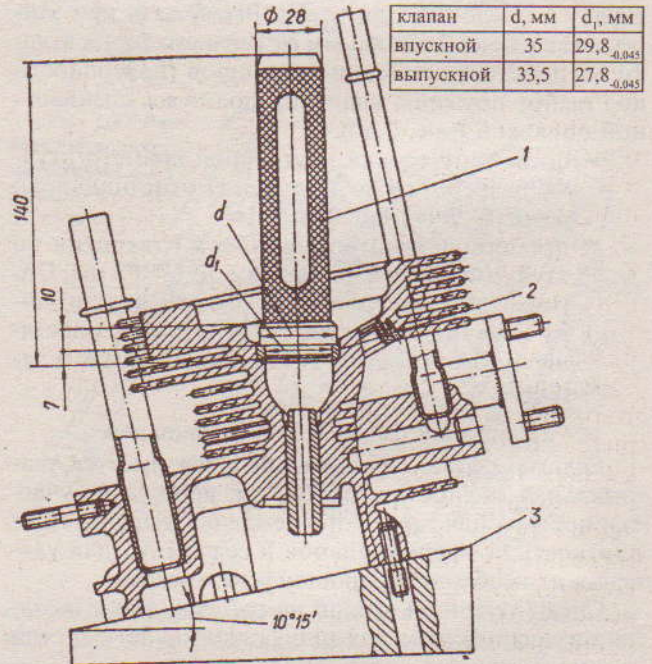
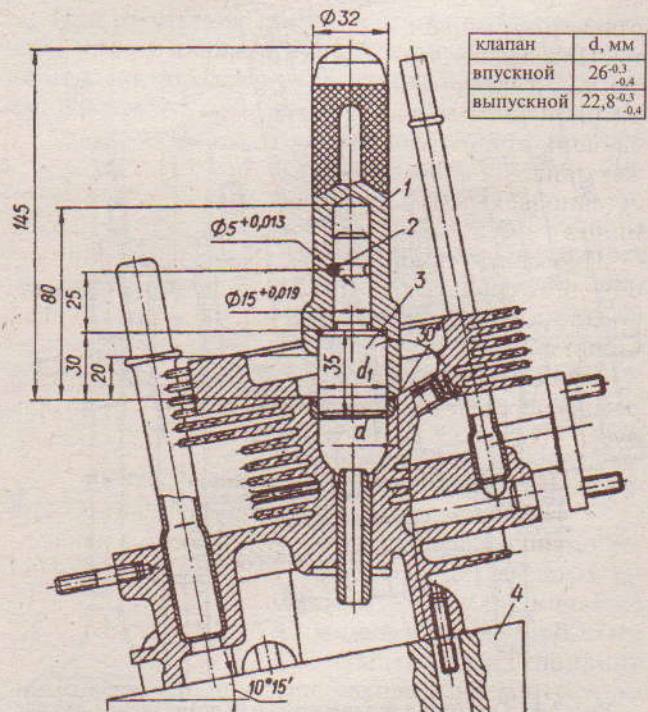

Рис. 2.43. Оправка для запрессовки седла клапана: 1 - оправка; 2 - седло клапана; 3 - подставка
Рис. 2.44. Оправка для зачеканки седла клапана: 1 - оправка; 2 - штифт; 3 - вставка; 4 - подставка
- ✓ Запрессовать седло. Запрессовка производится специальной оправкой (рис. 2.43) с диаметром направляющей части 29,8^{-0,045} мм для седла впускного клапана и 27,8^{-0,045} мм для седла выпускного клапана. Проследить за плотной посадкой седла до упора. После запрессовки зачеканить седло по контуру оправкой (рис. 2.44).